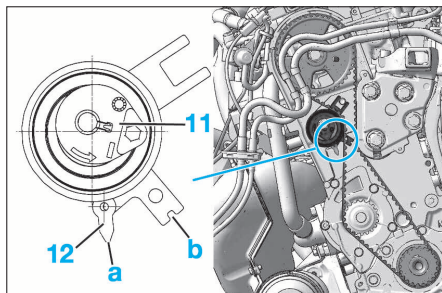

FIG. 20
- Serrer la vis (10) du galet tendeur dynamique à la main.
• À l'aide d'une clé six pans, amener l'index (12) du galet tendeur dynamique en position maxi (a) en tournant la platine (11) dans le sens antihoraire (Fig.20).